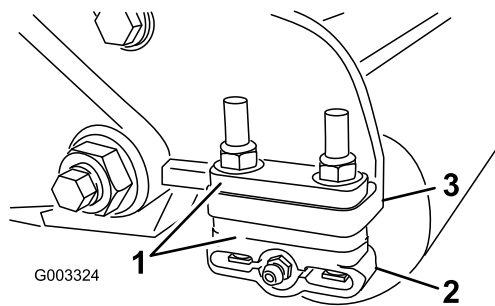

Figura 11
1. Ajuste os suportes do rolo traseiro (**Figura 11**) na altura desejada do limite de corte posicionando a quantidade necessária de espaçadores por baixo da flange de montagem da placa lateral (**Figura 11**) de acordo com o quadro de altura de corte.